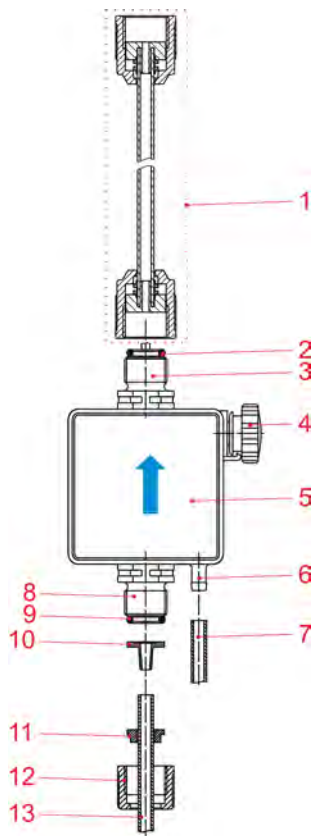

Fig. 8 : Installation hydraulique
S'assurer lors du raccordement des conduites d'aspiration et de refoulement que les joints toriques (Fig. 8 , repères 2 et 9) sont montés sur les raccords afin d'obtenir l'étanchéité nécessaire.
1. ➤ Poser le joint torique (Fig. 8 , repère 2) dans la rainure de la soupape.
4. ➤ Montez la conduite de dosage ainsi confectionnée (Fig. 8 , repère 1).
5. ➤ Posez le joint torique (Fig. 8 , repère 2) dans la rainure de la soupape et serrez l'écrou-raccord.
2. ➤ Faire coulisser l'écrou-raccord (Fig. 8 , repère 12) et la pièce de serrage (Fig. 8 , repère 11) sur le flexible.
3. ➤ Enfoncer l'écrou-raccord et la pièce de serrage jusqu'à la collerette de butée sur la pièce conique (Fig. 8 , repère 10).
4. ➤ Poser le joint torique (Fig. 8 , repère 9) dans la rainure de la soupape.